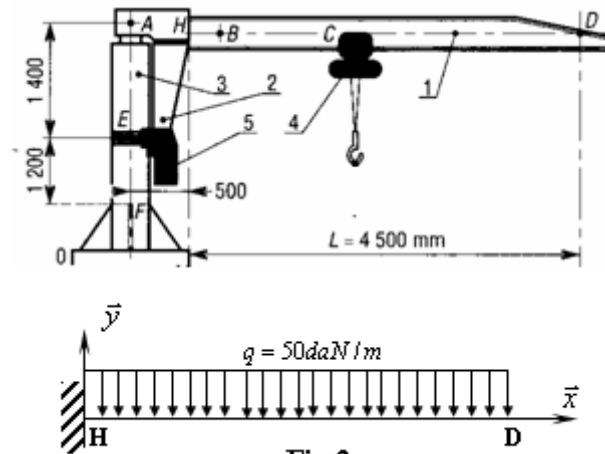

Fig.2
La flèche (1) est modélisée par une poutre (fig.2) sous l'action d'une charge répartie \vec{q} .
La figure 1 représente l'arbre d'entrée d'un réducteur épicycloïdal. Le modèle associé au système est donné par la figure 2. L'action du satellite 2 sur le planétaire 1 en A est $\vec{F}_A(2/1)$.
La figure 1 représente un réducteur de la table coulissante, il est formé par un étage d'engrenage à dentures **droite** et guidé en rotation par des roulements à billes (modélisées par une liaison **linéaire annulaire** d'axe (c,x) , une **liaison rotule** de centre A, voir figure 2). Ce réducteur est accouplé avec un moteur électrique (9) au point E
(fig2)